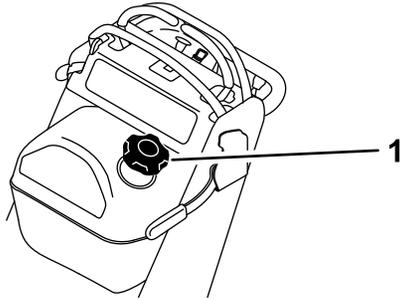

Figura 39
3. Limpie alrededor del tapón de combustible para evitar que se introduzcan residuos en el depósito de combustible (Figura 39).
6. Con la bomba de sifón, vacíe el combustible en un recipiente de combustible limpio (Figura 39).